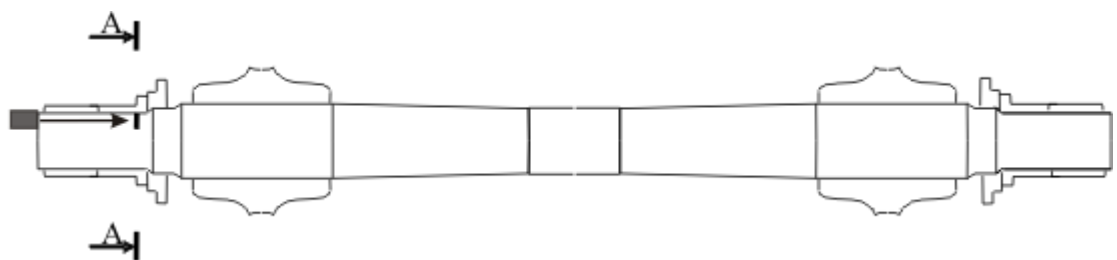

Рисунок 6.2 – Схема установки ПЭП на НО при проверке чувствительности по варианту AR1.2
- установить ПЭП на предварительно смазанный минеральным маслом торец (в резьбовую канавку) НО (см. рисунок 6.2);